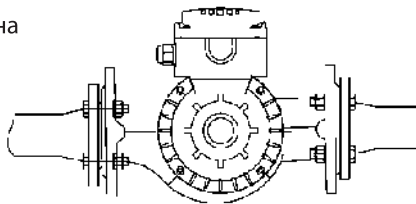

рис.2
В. Температура окружающей среды должна быть ниже температуры жидкости (рис.2)
- Схема электрического подключения приведена на рис. 2.